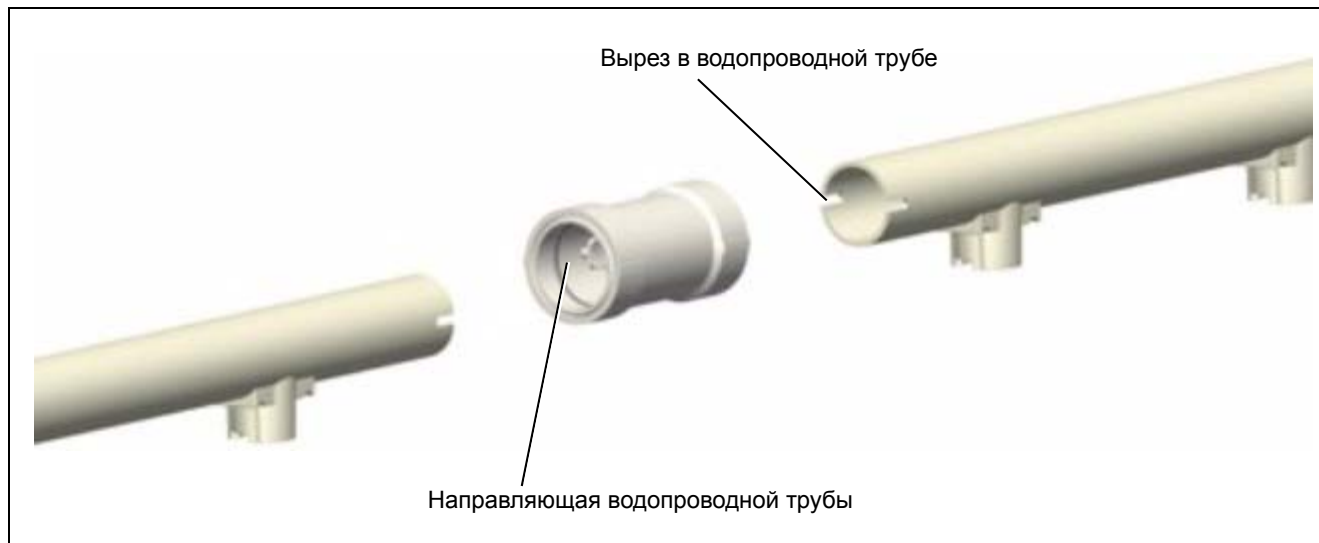

Рисунок 7Н
5. Подсоедините оставшиеся водопроводные трубы, выравнивая направляющие, надевая соединительный элемент на предыдущую трубу и вставляя следующий отрезок в соединительный элемент. (См. Рисунок 7Н.) Повторяйте Шаг 3 на стр. 21 при установке каждого отрезка водопроводной трубы.